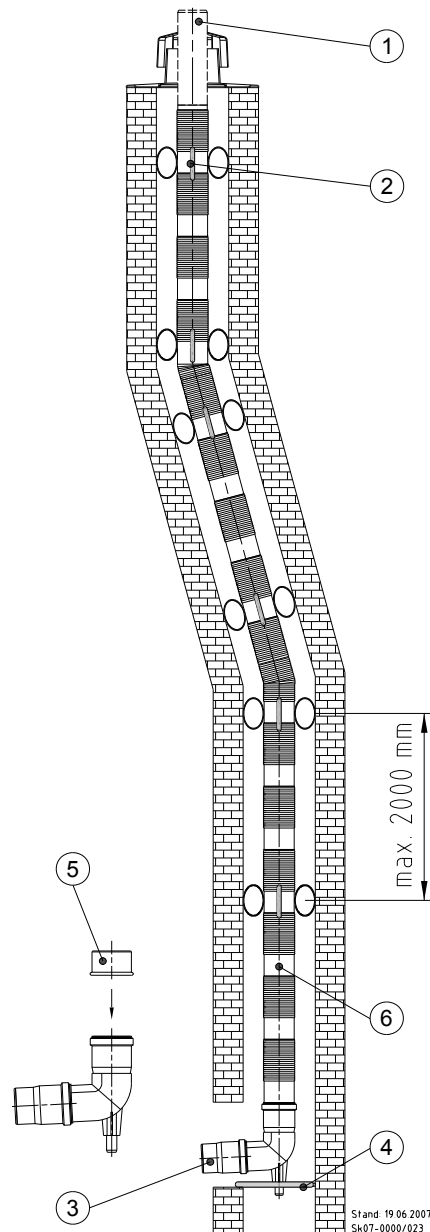

Abb. 88: Kaminsystem, flexibel
Nachfolgende Beschreibungen beziehen sich auf Abb. 88:
Legende zu Abb. 88:
Als erstes wird das Unterteil ⑬ über das Leitungsende ① (s. Abb. 88) geschoben und mit seiner Flanschfläche mittels beiliegendem Befestigungssatz auf der Schachtmündung festgeschraubt. Je nach Oberfläche der Schornsteinmündung ist ein geeignetes Abdichtmittel zu verwenden. Die Flexrohrklemme ⑭ wird aufgespreizt und über das Leitungsende bis zum Unterteil ⑬ geschoben. Die Flexrohrklemme ⑭ fasst in eine Ringnut an der Oberkante des Oberteiles und verhindert so das Abrutschen der Abgasleitung in den Schacht. Zuletzt wird die Abdeckhaube übergestülpt und auf das Unterteil aufgedrückt. Nun die Abgasleitung mind. 4 cm oberhalb der Abdeckhaube abschneiden.